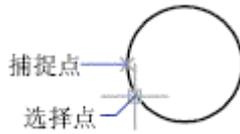

图 8-28 象限点捕捉
- **【象限点】** 捕捉到圆弧、圆、椭圆或椭圆弧的象限点：如图 8-28 所示。